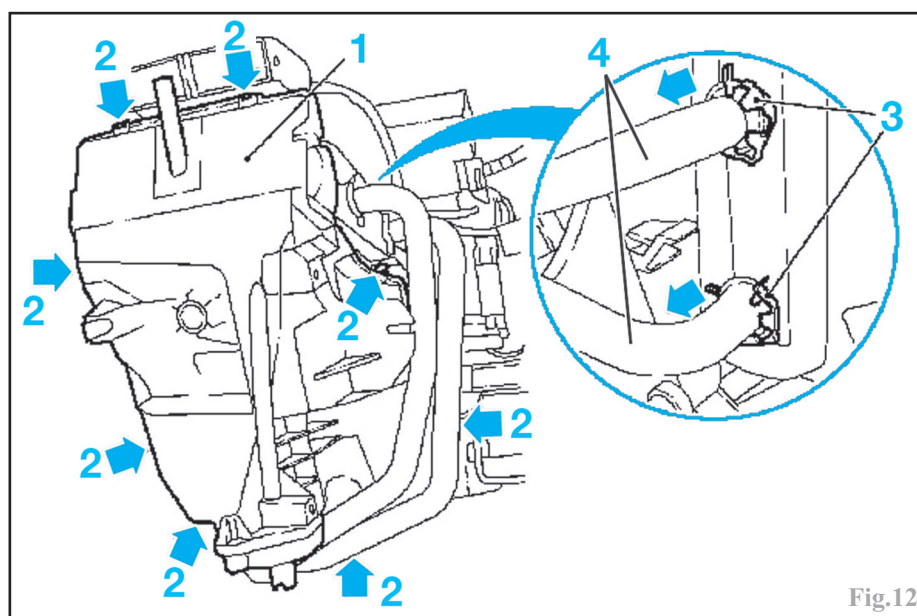
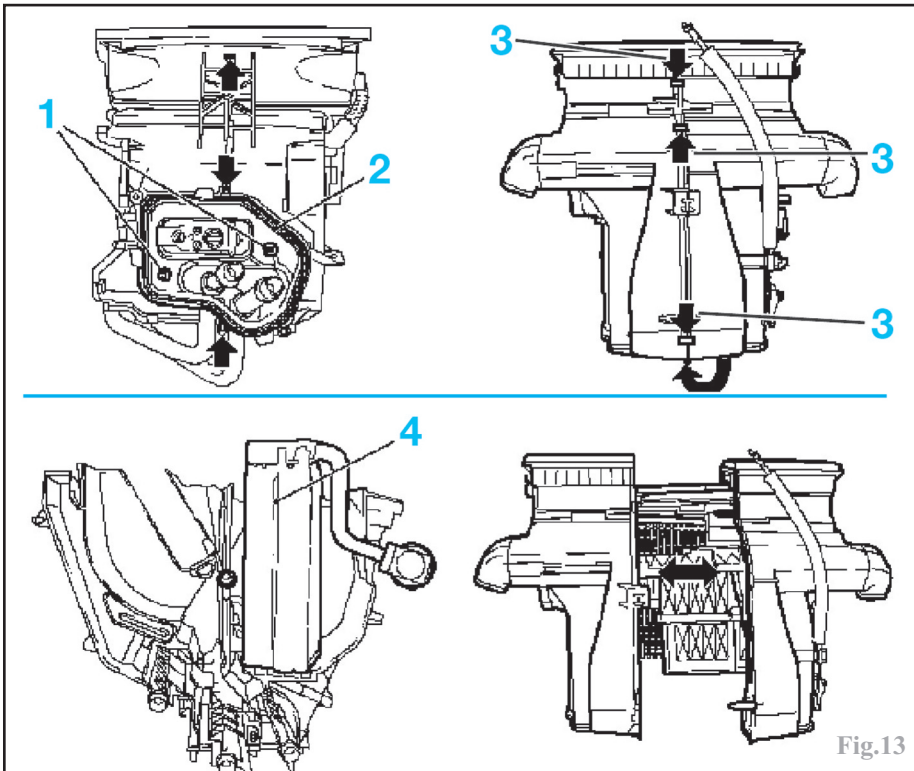

Fig.12
Fig.13
-le couvercle inférieur (1) du bloc de chauffage en déclinant les 8 agrafes (2) (Fig.12).
-les agrafes (3) des canalisations (4) de chauffage et retirer les canalisations.
-les 2 vis (1) du couvercle arrière (2) (Fig.13).